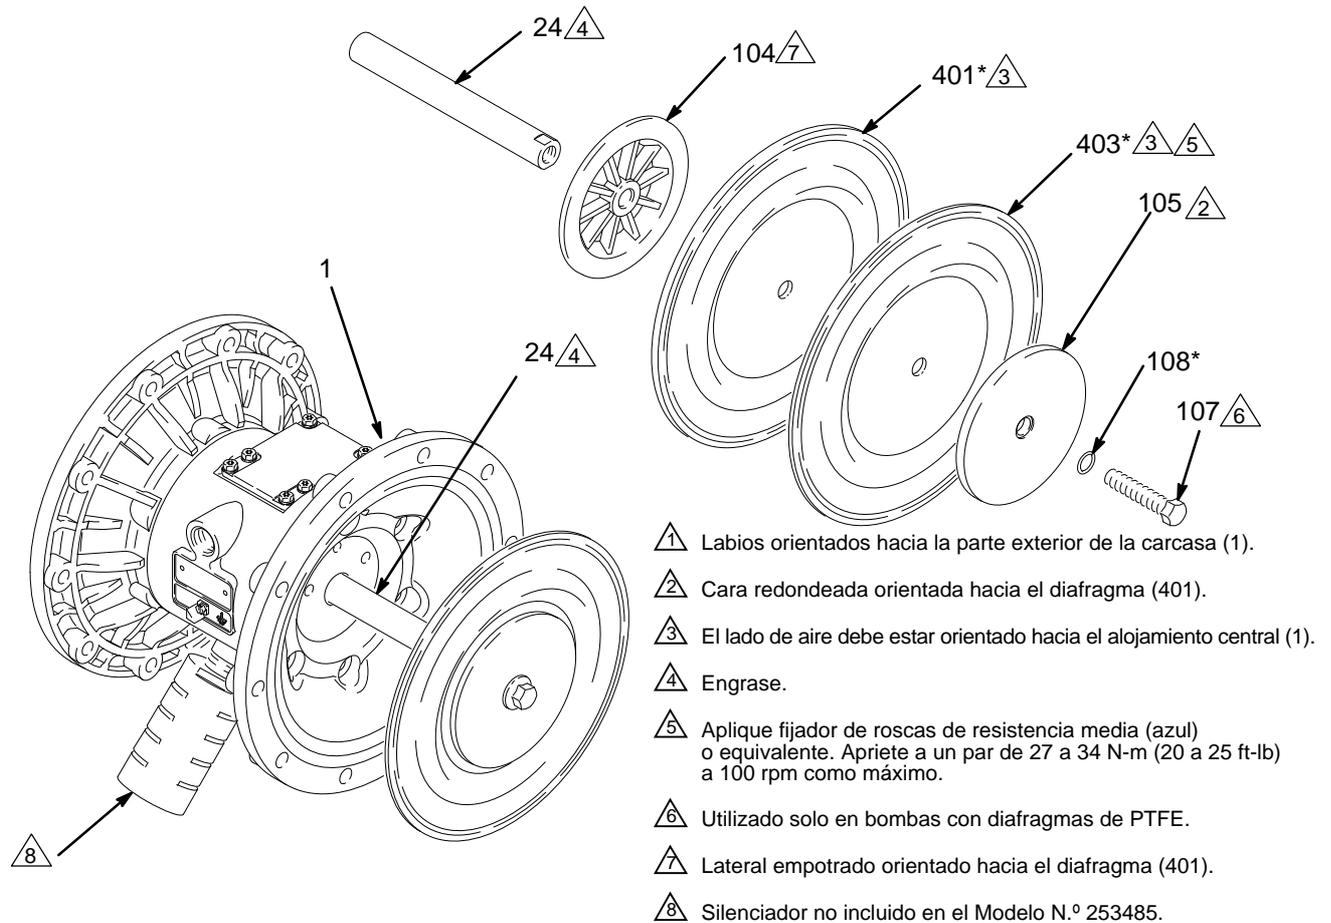

FIG. 12
- Afloje sin extraer los pernos del eje del diafragma (107) con una llave de tubo de 15 mm (1 pulg. en modelos de acero inoxidable). *NOTA: Este paso no se aplica para bombas con diafragmas prefabricados.*
- Afloje un perno del eje del diafragma (24) y extraiga la junta tórica (108), la placa del lado del fluido del diafragma (105), el diafragma de PTFE (403, *utilizado solo en modelos de PTFE*), el diafragma (401) y la placa del lado del aire del diafragma (104). Consulte FIG. 12.
- Instale las empaquetaduras de copa en U del eje (402*) de forma que los labios queden orientados hacia **fuera** de la carcasa (1). Lubrique las empaquetaduras. Consulte FIG. 12.
- Instale el conjunto del diafragma en un extremo del eje (24) de la siguiente manera. *Para bombas con diafragmas prefabricados, vaya directamente al paso g.*
alojamiento. Inspeccione las empaquetaduras. Consulte FIG. 12.